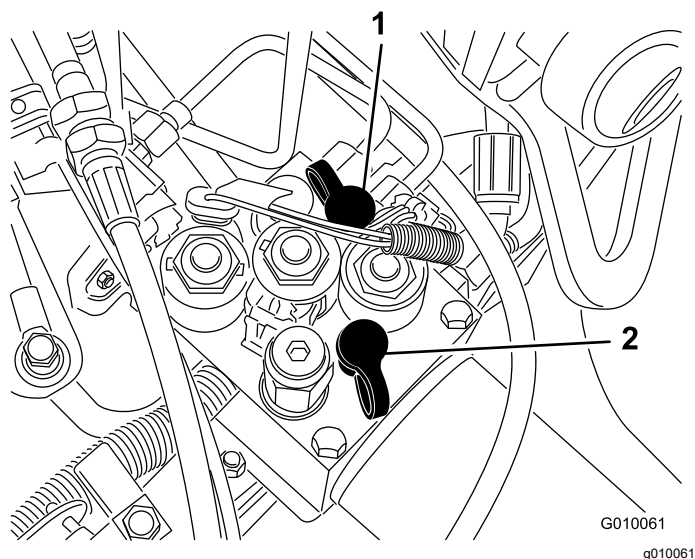

Figura 65
- Portul de testare G 2 (**Figura 65**) este utilizat pentru a ajuta la depanare cu privire la circuitul de încărcare de traciune.
- Portul de testare G 1 (**Figura 65**) este utilizat pentru a ajuta la depanare cu privire la presiunea circuitului de ridicare.